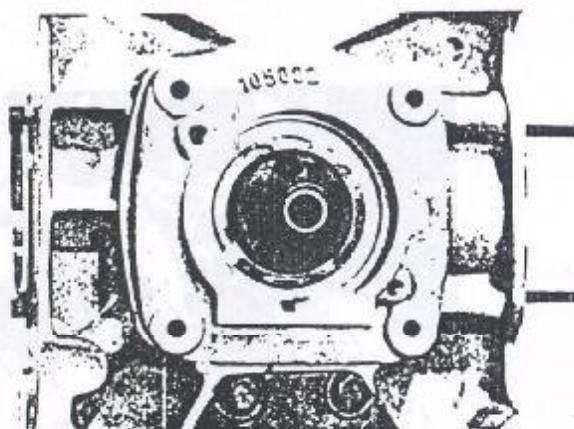

Figura 1.01.13 - Flange traseiro da árvore de manivelas.
42. Remover os parafusos e arruelas de fixação do flange traseiro da árvore de manivelas. Remover o flange traseiro, utilizando-se da ferramenta G.1.01.02A, remover a junta (Figura 1.01.13).